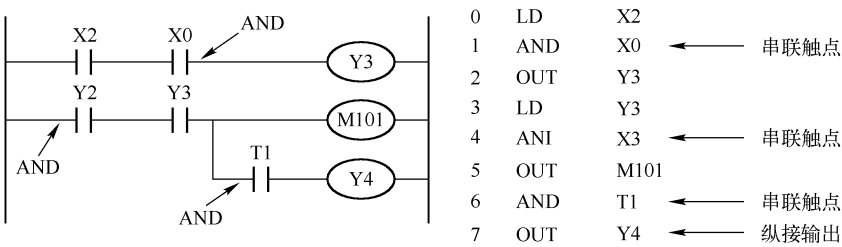

图 2-2 AND/ANI 指令应用示例
触点串联指令见表 2-2，其应用如图 2-2 所示。
2) 用 OUT 指令后，通过触点对其他线圈使用 OUT 指令称为纵接输出或连续输出，如图 2-2 中的 OUT Y4。这种纵接输出，如果顺序不错，可以多次重复。但如果驱动顺序换成图 2-3 所示的形式，则必须应用后文中提到的 MPS 指令。这会导致程序步增多，因此不推荐使用。